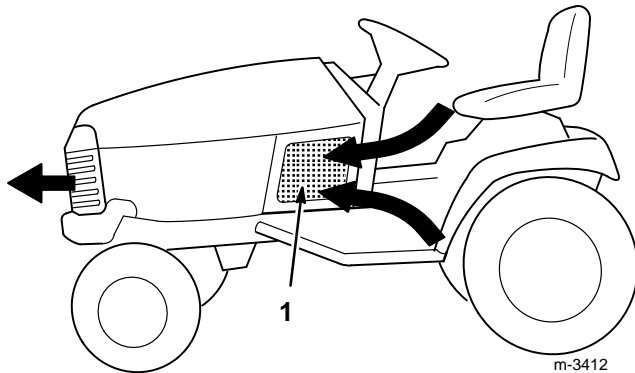

Abbildung 7
2. Die (3) Lufteinlaßsiebe (Abb. 7) auf Fremdkörper untersuchen. Fremdkörper vor jedem Einsatz und/oder während des Einsatzes entfernen, wenn nötig.